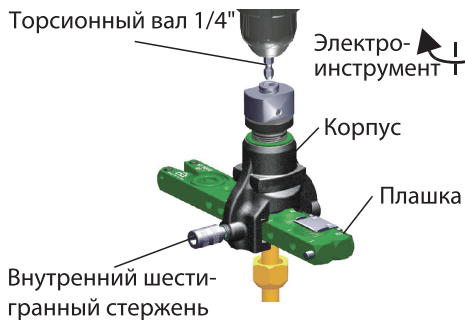

Рис. 9
2. С помощью электроинструмента выполните плавную развальцовку.(рис.9).